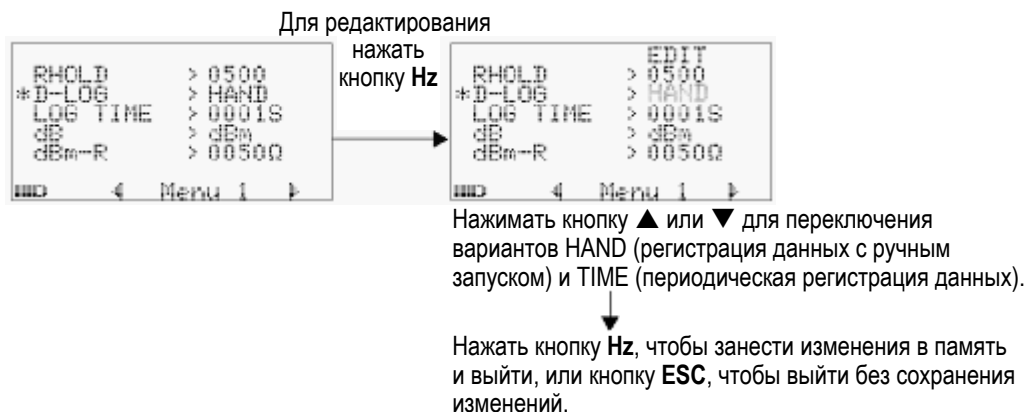

Рис. 4-3 Настройка режима регистрации данных
1. Установите пункт D-LOG на "HAND", чтобы задействовать регистрацию данных с ручным запуском, или установите на "TIME", чтобы задействовать периодическую регистрацию данных (см. рис. 4-3).